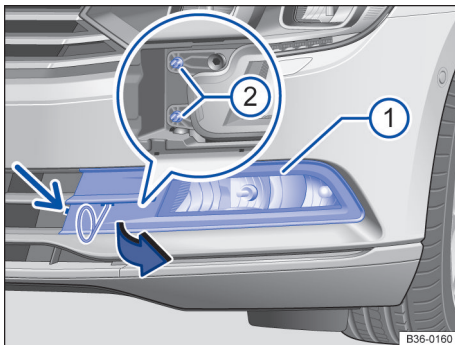
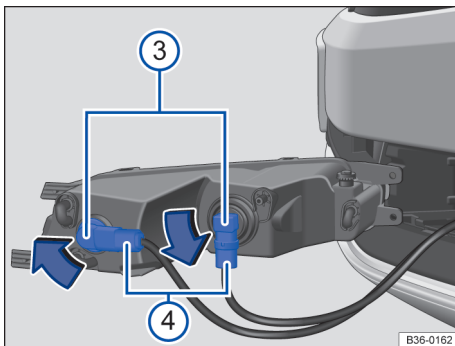

Fig. 219 No para-choque dianteiro à esquerda: lanterna para luz de neblina e farol de rodagem diurna.
Fig. 220 Substituir a lâmpada incandescente do farol.
- ① Observar a lista de controle e executar as ações → Página 290.
- ② Com a chave de fendas das ferramentas de bordo → Página 286, desaparafusar o parafuso de fixação da cobertura → Fig. 219 (seta pequena) da cobertura.
- ③ Introduzir o gancho extrator das ferramentas de bordo → Página 286 no entalhe conforme mostrado e puxar a cobertura → Fig. 219 ① com o gancho extrator para frente no sentido da seta.
- ④ Remover os parafusos de fixação do farol → Fig. 219 ② com a chave de fenda.
- ⑤ Retirar para frente o farol do para-choque → Fig. 220.
- ⑥ Destruavar e retirar o conector → Fig. 220 ④ da lâmpada incandescente queimada.
- ⑦ Para destravar a lâmpada incandescente → Fig. 220 ③, girá-la no sentido da seta e retirá-la do farol.
- ⑧ Substituir a lâmpada incandescente queimada por uma lâmpada incandescente nova do mesmo modelo.
- ⑨ Introduzir a lâmpada incandescente → Fig. 220 ③ no farol e girar até o batente no sentido contrário da seta → Fig. 220 para a posição original.
- ⑩ Encaixar o conector → Fig. 220 ④ na lâmpada incandescente até ouvir que ela foi travada.
- ⑪ Encaixar o farol no para-choque.
- ⑫ Introduzir os parafusos de fixação do farol → Fig. 219 ②.
- 13 Recolocar a cobertura → Fig. 219 ① novamente no para-choque e travar.
- 14 Parafusar o parafuso de fixação da cobertura → Fig. 219 (seta pequena).